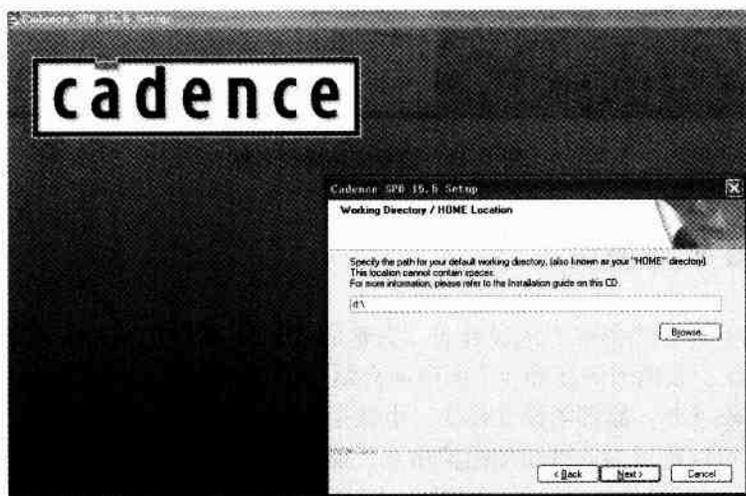

图 1-9 设置工作路径
- 6) 在如图 1-9 所示对话框中，选择工作默认路径，单击“Next”按钮。